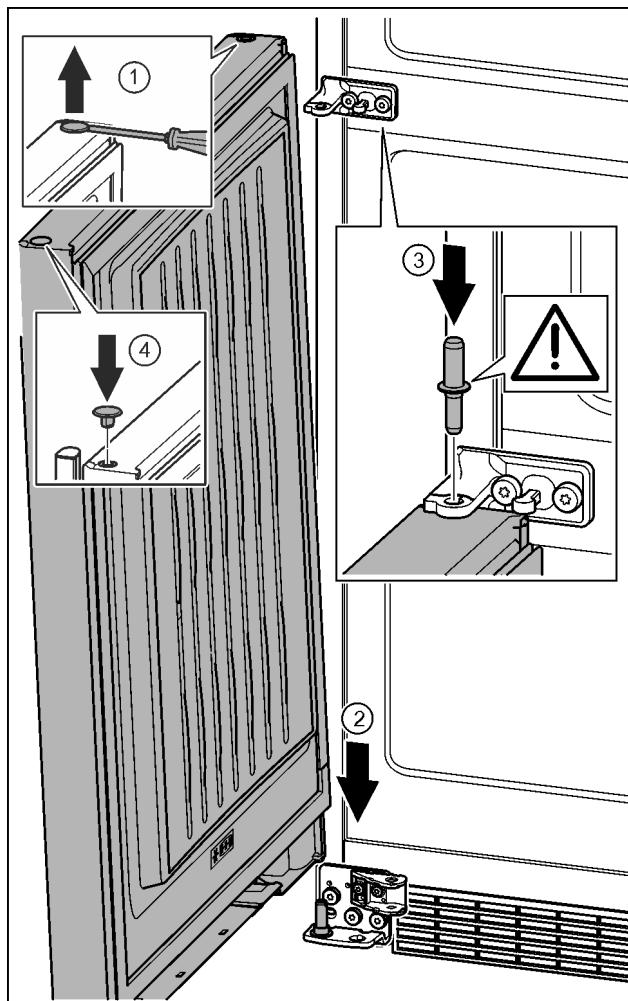

Fig. 35
- ▶ 用带槽螺丝刀小心地提起堵头并将其拉出。Fig. 35 (1)
- ▶ 从上方将冰箱门放在下面的轴承螺栓上。Fig. 35 (2)
- ▶ 中间轴承螺栓通过中间托架放置在冰箱下方门内。同时注意止动凸轮需指向后方。Fig. 35 (3)
- ▶ 将堵头重新放入门的另一侧。Fig. 35 (4)